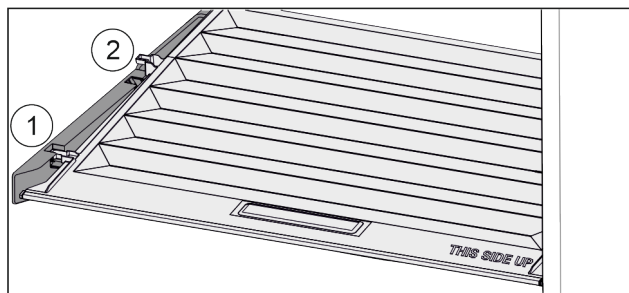

Fig. 54
- ▶ Pokrywę pociągnąć do przodu Fig. 54 (1), aż otworzy się w elementach trzymających.
- ▶ Podnieść tył od dołu i w wyjąć Fig. 54 (2) go do góry.